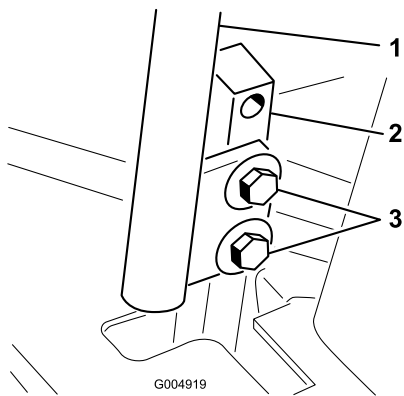

Figura 77
3. Afloje los pernos que sujetan las palancas de control (Figura 77).